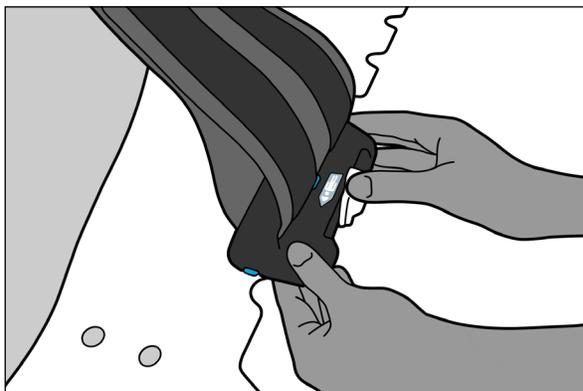

Figure 8
5. Faire tourner le levier dans le sens horaire pour verrouiller la pince sur le dispositif (Figure 8).